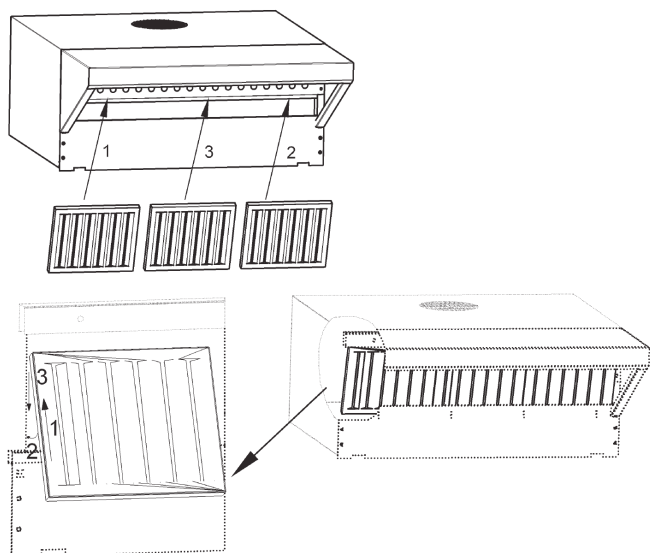

Рисунок 4: Жироулавливающие фильтры в зонте 0610
- Начните с двух внешних фильтров (они имеют обод) (рис.4), а затем между ними установите средний.